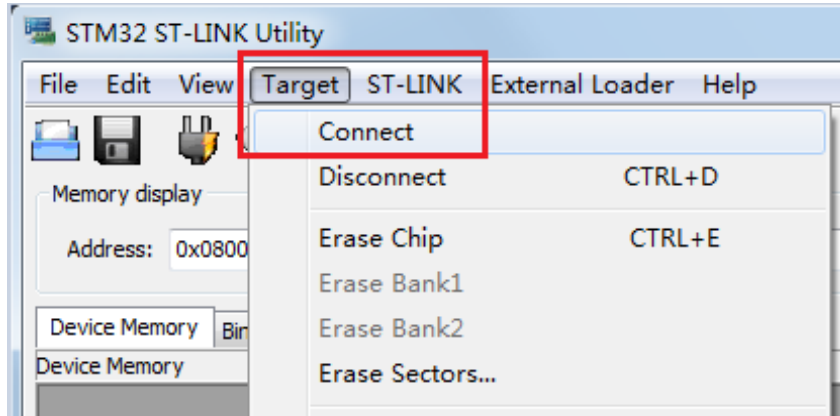

图 3.1-1 点击 Target->Connctet
- 3) 打开 STM32 ST-LINK Utility，点击“Target->Connect”，如图 3.1-1 所示；
- 3) 打开 J-FLASH，设置好要选连接的是啥芯片，点击“Target->Connect”，如图 3.1-1 所示；